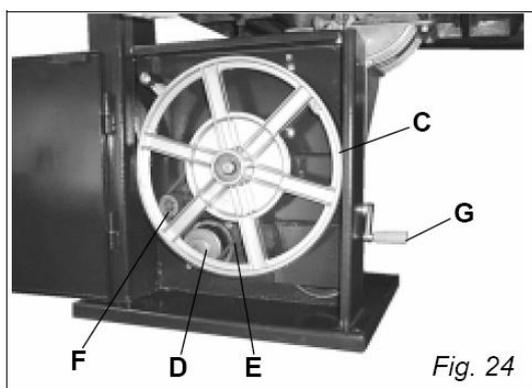

Рис. 24
Нижний шкив (С) Рис. 24
Один шкив находится на промежуточной оси, а другой – на оси двигателя (D) рис. 24.
“V”-образный ремень (Е) Рис. 24 проходит через шкив на промежуточной оси, через шкив на оси двигателя и через плоский натяжной ролик (F) Рис. 24. Натяжение ремня осуществляется с помощью рукоятки (G) Рис. 24.